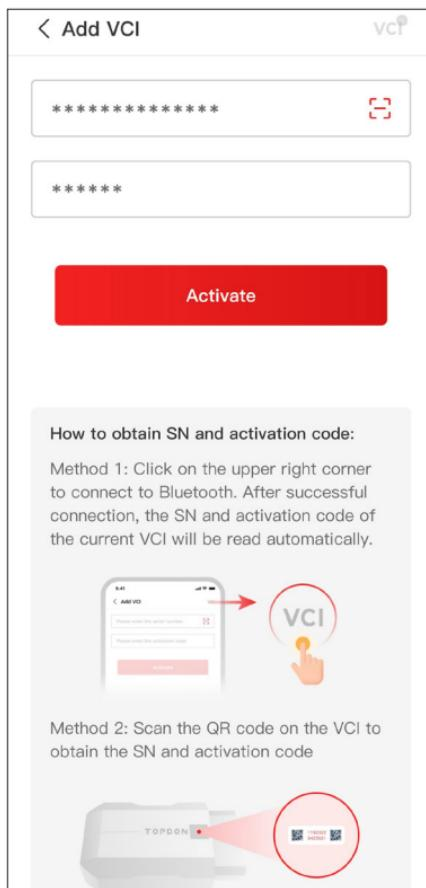

Figura 3-7
- ④ Seleziona il tuo dispositivo dall'elenco dei dispositivi Bluetooth cercati.
- ⑤ Dopo una connessione Bluetooth riuscita, il numero di serie (SN) e il codice di attivazione del VCI verranno letti automaticamente. Poi premi su **Attiva** (vedi Figura 3-7).